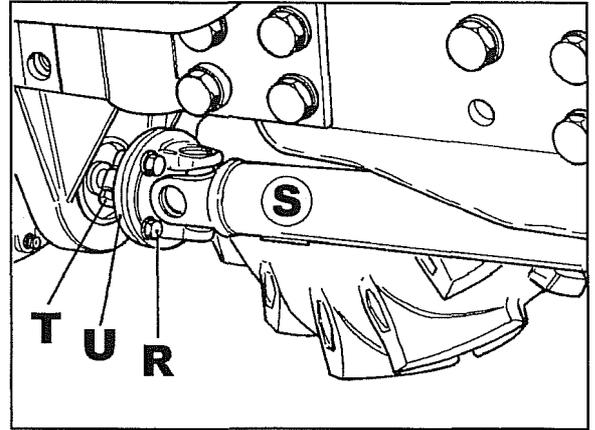

Abb. 76
8. Die Welle **S** des Allradantriebs mit den Schrauben **R** Abb. 76 abtrennen und sie dann nach vorne herausziehen, um sie auszubauen.
9. Die Schraube **T** Abb. 76 losdrehen und den Flansch **U** entfernen.